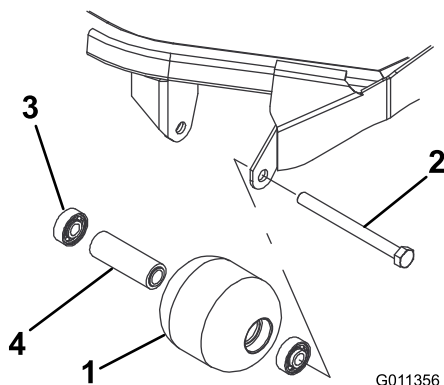

Рисунок 100
1. Снимите болт крепления валика (Рисунок 100).
4. Осмотрите корпус, подшипники и распорную втулку подшипника валика на наличие повреждений (Рисунок 100). Замените поврежденные компоненты и соберите узел.
1. Запрессуйте передний подшипник в корпус валика (Рисунок 100). Прикладывайте усилие только к наружному кольцу или одинаковое усилие к внутреннему и наружному кольцам.
2. Вставьте втулку подшипника (Рисунок 100).
3. Запрессуйте второй подшипник в корпус валика (Рисунок 100), нажимая с одинаковым усилием на внутреннее и наружное кольца до тех пор, пока внутреннее кольцо не войдет в контакт с распорной втулкой подшипника.